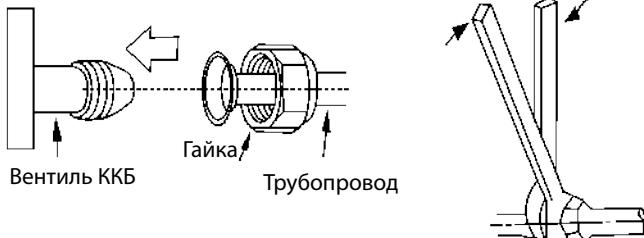

Рисунок 9.1. Рекомендации по затяжке гайки
- в схеме подключения испарителя должны быть установлены два предохранительных клапана (см.рис. 9.1, 9.2, 9.3). На жидкостной линии устанавливается клапан с уставкой давления срабатывания 45 бар, на всасывающей линии – с уставкой 30 бар. Температурный диапазон работы клапанов - "минус"40...+120С, испытательное давление не ниже 55 бар. Проходное сечение и пропускная способность клапана зависят от площади поверхности испарителя и конденсатора и являются величинами расчетными. Порядок расчета можно взять из ПБ 09-592-03, а также иных документов, требования которых признаны обязательными для данной продукции.
Затяжку гайки производить в соответствии с табл. 9.3 и рис. 9.1.
Баллон с сухим азотом необходимо подсоединять к холодильному контуру через редуктор. Повышение давления в контуре следует осуществлять ступенчато, в соответствии с рекомендациями и графиком проведения испытаний (см. рис. 9.1).